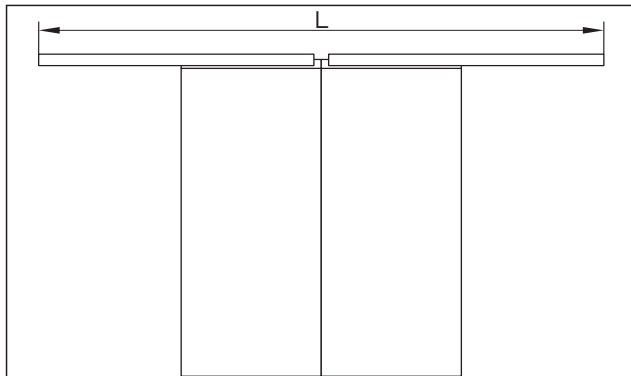

Abb. 5 Übersicht Montage auf der Wand
1. Den Montagewinkel auf beiden Seiten gleichmäßig auf das Maß der Antriebslänge L kürzen (Abb. 5).